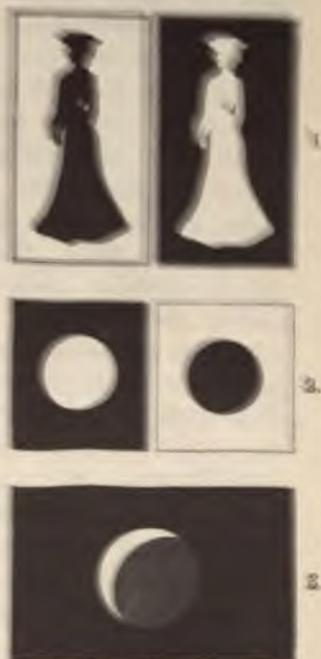

Fig. 100.
Man kann wohl verstehen, daß die Überstrahlung den Vergleich verschieden heller Gegenstände sehr erschwert. Man betrachte nur einmal den schwarzen und den weißen Kreis auf Fig. 100 (2)
Viele unserer jungen Freunde werden schon bemerkt haben, daß der Mond gleich zu Beginn des ersten Viertels nicht nur eine plötzliche Sichel, sondern auch keine übrige Scheibe in matten, aschgrauen Licht sehen läßt. Man muß sich jedoch zwingen, Sichel und Scheibe als denselben Kreis angehörig zu betrachten, stets empfängt man den Eindruck, daß die Sichel von einem größeren Kreise stamme und mit ihren Hörnern die Scheibe umfasse. Fig. 100 (3) versucht die Erscheinung zu zeigen, doch ist sie am Himmel weit auffallender.
unserem Buche. Wir benutzen die Fig. 100 und legen das Buch in deutlicher Sehweite vor uns auf den Tisch. Gleich daneben ein weißes Stück Papier mit einem kleinen schwarzen Tintenpunkt in der Mitte. Damit sind alle Vorbereitungen getroffen und das Experiment kann beginnen, zu dessen Gelingen — hier sei's gleich gesagt — immerhin eine gewisse Aufmerksamkeit und Willensstärke erforderlich ist. Wir setzen mitten in den weißen Kreis 2 einen kleinen Bleistiftpunkt und fixieren diesen eine Zeitlang starr mit beiden Augen. Fünf Sekunden genügen, jedes Abirren verdirbt jedoch den Versuch. Dann lassen wir die Augen schnell nach dem Punkt auf dem Papier hinüberlaufen und bleiben auf ihm haften. Ein Augenblick vergeht und dann erscheint auf dem leeren Papier ein helles Quadrat und inmitten ein schwarzer Kreis. Die Erscheinung hält einige Sekunden an, ehe sie verblaszt. Offenbar besteht sie nicht auf dem Papier, sondern allein im Auge. Ein kreisrunder Fleck der Netzhaut war durch das Anstarren des weißen Bildes ermüdet und konnte später, als insgesamt helles Licht über die ganze Fläche fiel, die Mitte nicht so hell empfinden als die Umgebung. So entstand ein dunkler Kreis auf hellem Grunde. Man wird mithin stets durch Ermüdung ein negatives Bild zu sehen bekommen. Jede Figur, die nicht zu verwickelt ist, eignet sich für den Versuch, vorzüglich auch die Abbildung der schwarzen und weißen Dame über den Kreisen. Es kann nach der Ermüdung auch ein beliebiger Punkt an der Wand oder an der Decke zur Entwicklung des Gegenbildes ausersehen werden, selbst eine Stelle am grauen Volkenshimmel. Je größer die Entfernung ist, desto größer erscheint das Bild. Auch hier tritt also eine Brocengespennstäuschung auf (vergl. Seite 333).